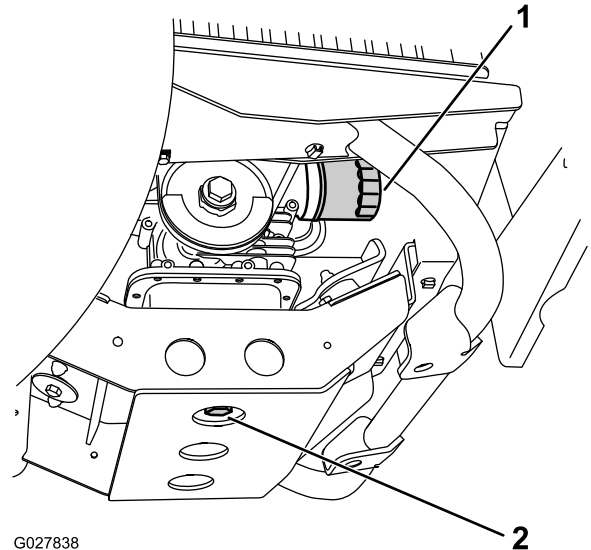

Figure 32
7. Placez un bac de vidange sous le bouchon de vidange (Figure 32).
8. Enlevez le bouchon de vidange (Figure 32).
9. Remettez le bouchon de vidange et le joint (Figure 32) en place, et serrez le bouchon à un couple de 45 à 53 N·m (33 à 39 pi-lb).
2. Retirez le filtre à huile existant (Figure 32).
4. Vissez le filtre neuf sur l'adaptateur jusqu'à ce que le joint touche la plaque de montage, puis serrez-le encore de 1/2 à 3/4 de tour (Figure 32).